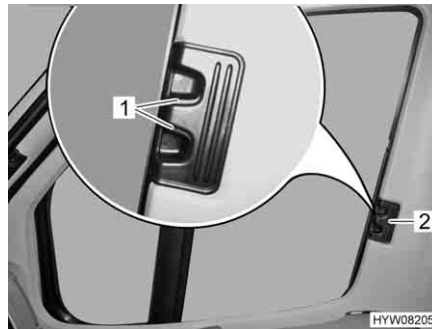

Bild 57 Faltschutzrolle für Fahrer-/Beifahrerfenster
- Entriegelungsgriffe (Bild 57,1) zusammendrücken und gedrückt halten.
- Die Faltschutzrollen für das Fahrerfenster und das Beifahrerfenster am Griff (Bild 57,2) zur anderen Fensterseite ziehen und an den Magnetstreifen aneinanderfügen.
- Die Faltschutzrollen für das Fahrerfenster und das Beifahrerfenster am Griff (Bild 57,2) bis zum Anschlag einschieben.
- Entriegelungsgriffe (Bild 57,1) loslassen und einrasten lassen.